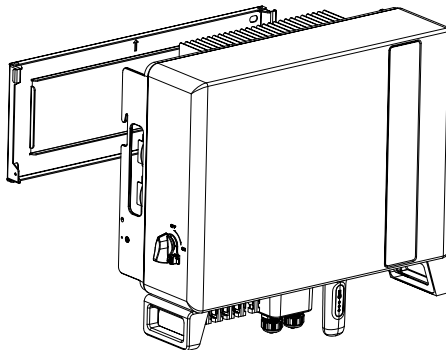

Figura 4.4 Suporte para montagem em parede
2. Levante o inversor (tenha cuidado para evitar tensão no corpo), e alinhe o suporte traseiro no inversor com a seção convexa do suporte de montagem. Pendure o inversor no suporte de montagem e certifique-se de que o inversor esteja seguro (consulte a Figura 4.4)